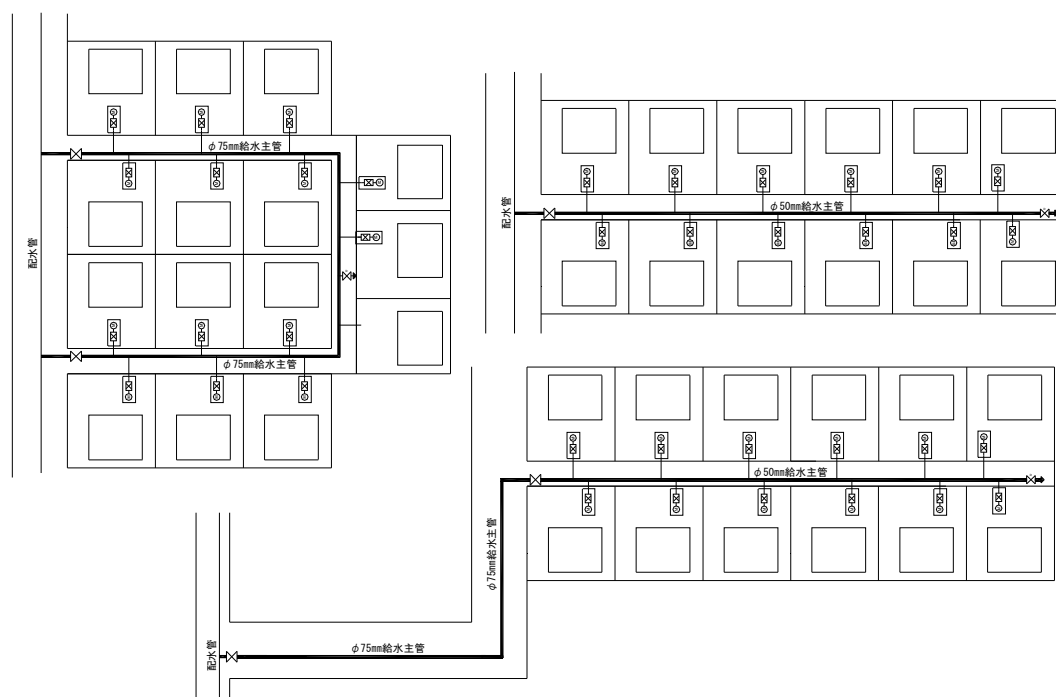

図 10-1 宅地分譲開発地への給水主管
- (1) 宅地分譲開発地において、口径 50mm 以上かつ公道部及び分譲地内共有道部へ縦断布設を行う場合(図 10-1)